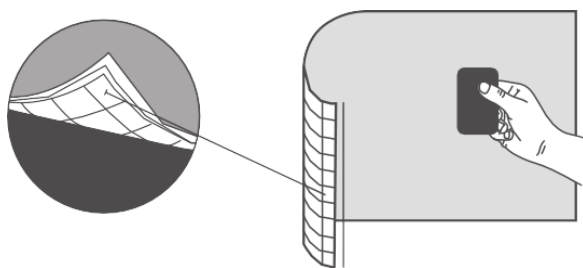

Figura 1: 3M™ Comply™ Air-Release Channels
- Facile applicazione — La tecnologia 3M™ Comply™ elimina ogni tipo di bolla, semplificando e velocizzando l'applicazione (Figura 1).